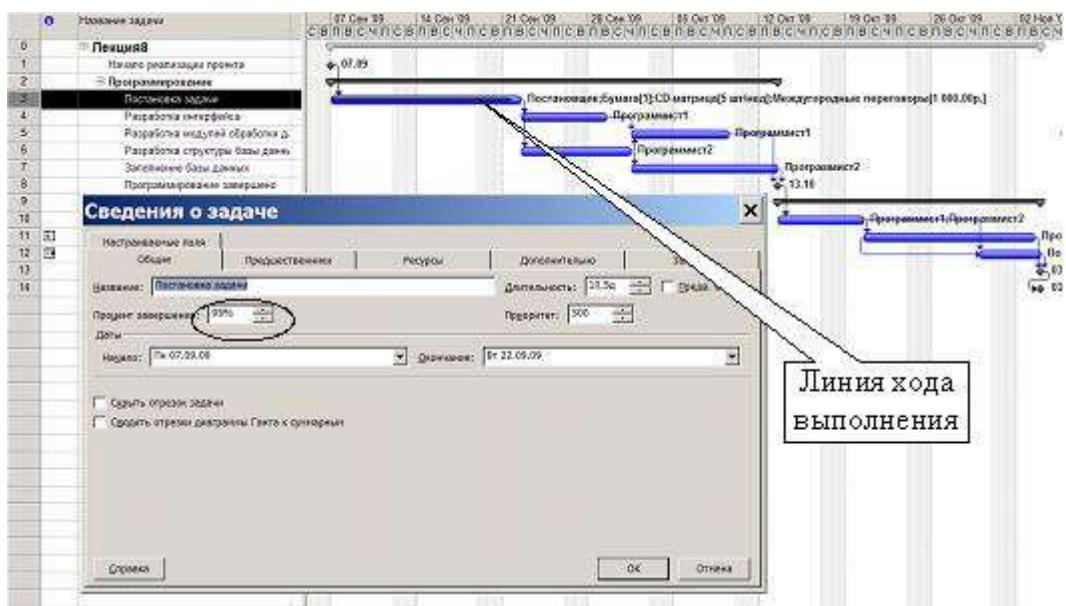

Рис. 8.11. Ввод процента завершения в окне свойств задачи
2. В окне свойств задачи на вкладке *Общие* заполнить поле *Процент завершения* (рис. 8.11).